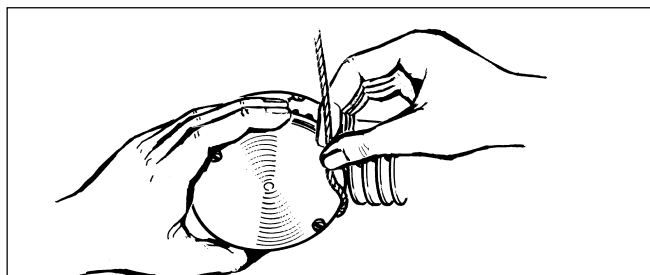
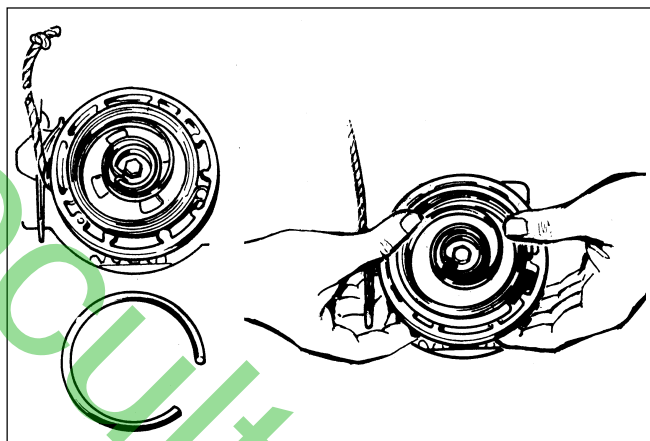

Fig. 10
Fig. 11
- Annuler la tension du ressort principal (5) en défaisant la poignée et en faisant glisser la corde (12) sous la patte de fixation (16) (voir Fig. 10).
- Dévisser les deux vis (1) et retirer le couvercle ressort (2). A ce stade, le ressort peut être remplacé sans autre démontage.
- Retirer l'ancien ressort (5) et positionner le ressort pré-contraint neuf, pousser le ressort dans son logement (Fig. 11).